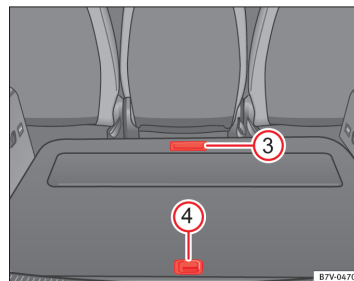

Fig. 115 I bagagerumsbunden: flere opbevaringsrum
Åbning af forreste opbevaringsrum ⇒ Fig. 115 ③:	▷ Klap den forreste del af bagagerumsbunden bagud ved hjælp af grebet.